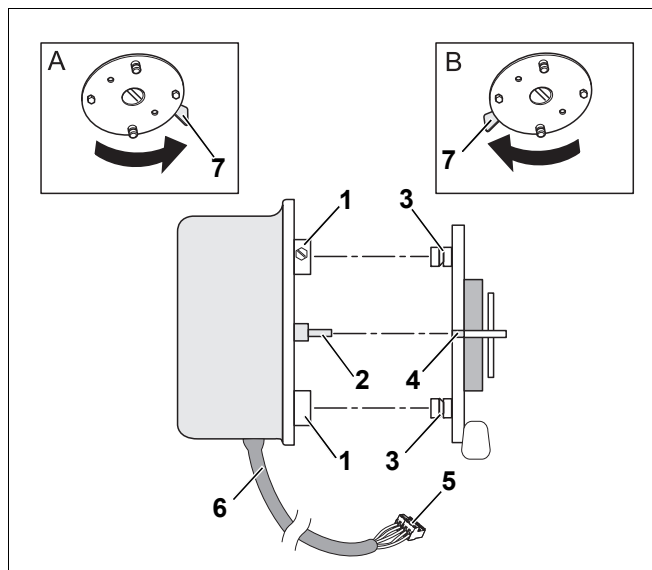

Рис. 13 Регулировка серводвигателя
Чтобы смонтировать серводвигатель, нужно обеспечить, совпадение положения муфты серводвигателя (рис. 13, [2]) с положением муфты рукоятки (рис. 13, [4]).
- Согласуйте положение муфт (рис. 13, [2] и [4]) с помощью рукоятки (рис. 13, [7]).
- Вставьте муфту серводвигателя (рис. 13, [2]) в муфту рукоятки (рис. 13, [4]).
- Вставьте штифты опоры двигателя (рис. 13, [3]) в крепежные втулки серводвигателя (рис. 13, [1]).
- Проведите провод серводвигателя (рис. 13, [6]) к кабельному вводу передней крышки котла (рис. 4, стр. 6).
- Вставьте штекер серводвигателя (рис. 13, [5]) в соответствии с маркировкой на штекерной планке (см. инструкцию по монтажу системы управления).